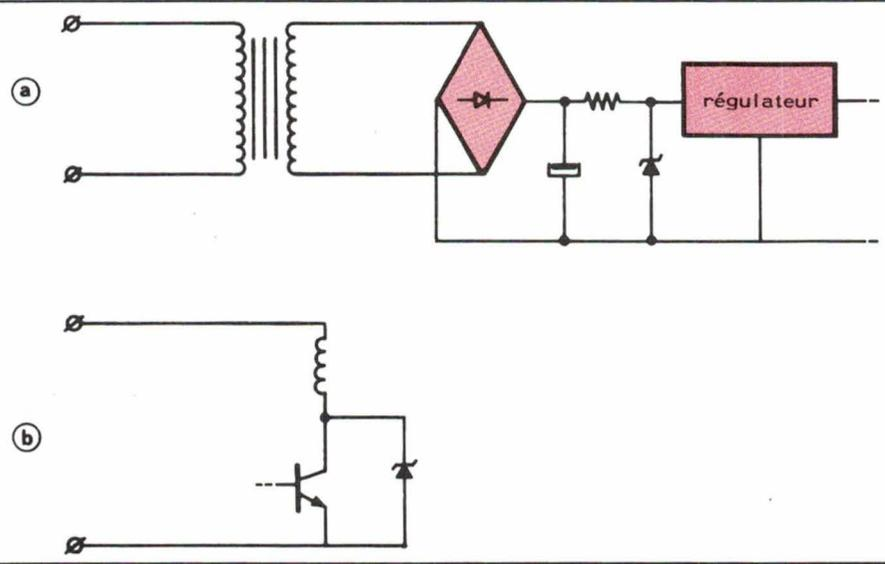

Fig. 17. - Circuits de protection par Transil. a) protection d'un régulateur d'alimentation ; b) protection d'un transistor commandant une bobine de relais.
- La Transil présente quant à elle un bon facteur d'écrêtage, mais sa capacité d'absorption en régime transitoire est limitée. Elle est mieux adaptée pour la protection des circuits et composants se trouvant en « aval » de la source perturbatrice ; en particulier : circuits intégrés, transistors, microprocesseurs, etc. Des exemples d'application sont donnés à la figure 17.